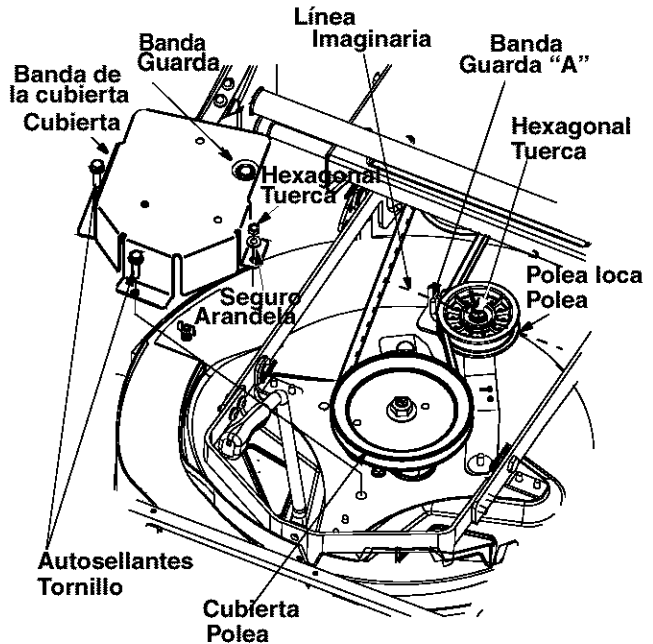

Figura 15
3. Use una llave de 1/2" para retirar los dos tornillos autoroscantes, la arandela de cierre y la tuerca hexagonal que sostiene la cubierta. Vea Figura 15 para ello, tendrá que trabajar por el lado izquierdo superior de la podadora. Retire la cubierta de la banda.
4. Use una llave de 9/16" para aflojar la tuerca hexagonal en la polea loca. Ver Figura 15.
6. Coloque la nueva banda alrededor de la polea de la cubierta y la polea del motor asegurándose de que la banda entre en la canal de la banda. Hay dos guardas de la banda bajo el recolector de césped, uno en la polea loca y otro bajo la cubierta de la banda. Ver Figura 15.
NOTA: Una línea imaginaria entre la guarda de la banda y la polea loca deberá ser paralela al marco. Ver Figura 15.